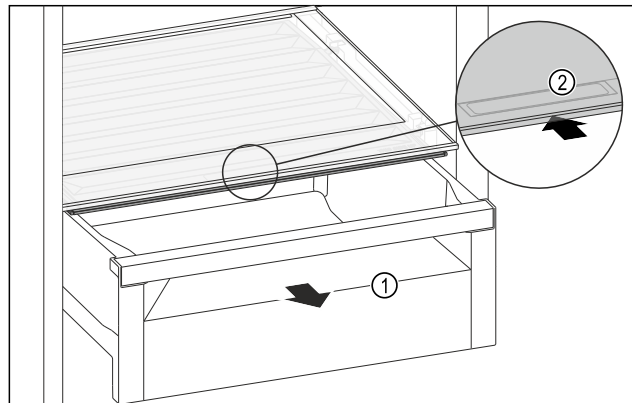

Fig. 105
- Zásuvku Fig. 105 (1) vytáhněte.
- Uchopte prohlubeň pro rukojeť Fig. 105 (2) na víku zásuvky a současně zasuňte víko zásuvky směrem dozadu.